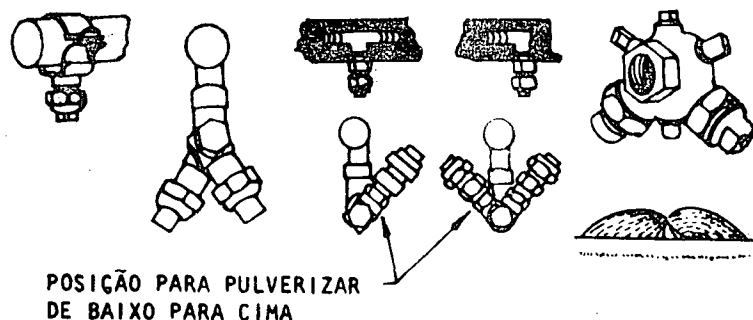

Fig. 3
- conexão dos bicos à barra de aspersão, do que resulta a direção de saída: vertical, inclinada, ou de baixo para cima (fig. 3).